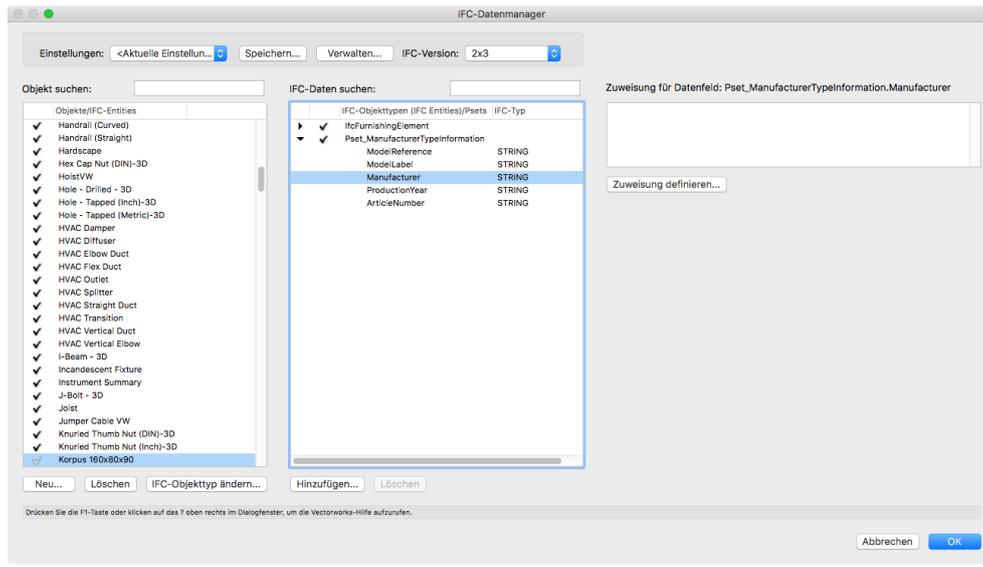

BILD 19
2. Aktivieren Sie das gewünschte Datenfeld. Wählen Sie z. B. „Manufacturer“ im Eigenschaftenset „Pset_ManufacturerTypeInfoInformation“ (BILD 19).